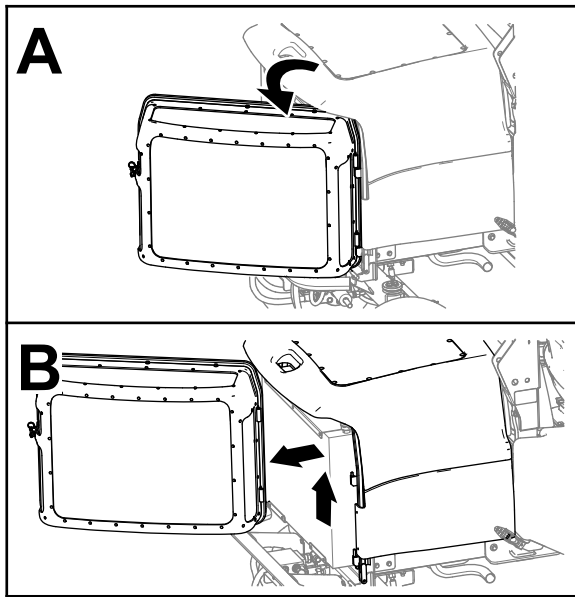

Figura 63
3. Desenganche la rejilla del motor, ábrala y levántela de la máquina (Figura 63).